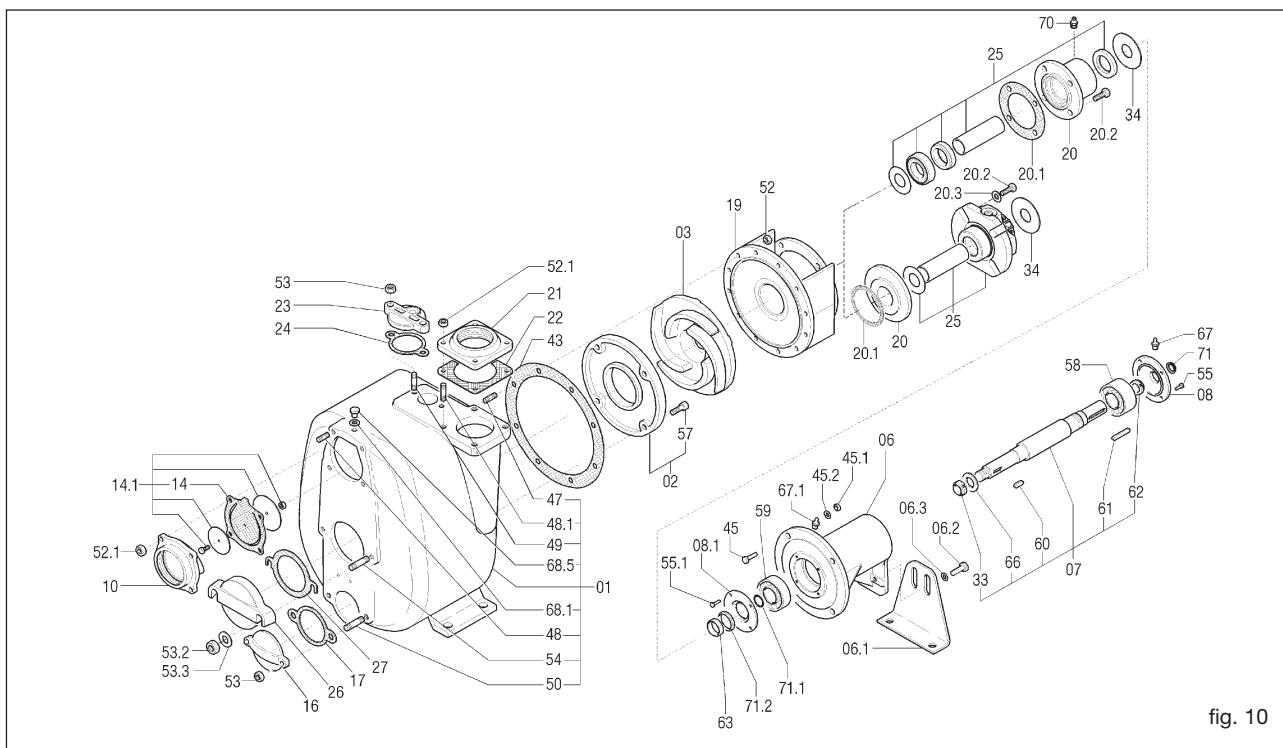
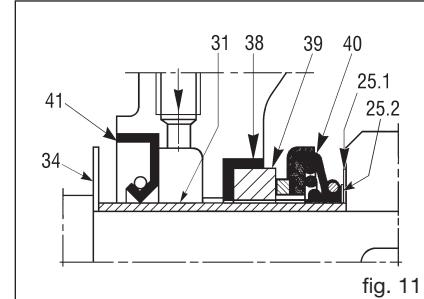

fig. 10
fig. 11
La tubazione di aspirazione deve avere un diametro uguale a quello della bocca di aspirazione della pompa (per diametri superiori consultare la Varisco). Evitare, se possibile, curve, gomiti o strozzature che possano limitare l'afflusso di liquido alla pompa. Non montare la valvola di fondo: la pompa è provvista di valvola di non ritorno (14) (fig. 10) incorporata.
13.2 Sostituzione della girante (fig. 10)
- Svitare i dadi (52) e rimuovere il corpo pompa, cercando di non danneggiare la guarnizione (43).
- Bloccare la girante (03) e svitare il dado autobloccante (33).
- Sostituire eventualmente la guarnizione (43).
13.3 Sostituzione del piatto d'usura (fig. 10)
- Svitare i dadi (52) e rimuovere il corpo pompa cercando di non danneggiare la guarnizione (43);
- Svitare le viti a testa con esagono incassato (57)
- Rimuovere e sostituire il piatto d'usura (02)
- Sostituire eventualmente la guarnizione (43)
13.4 Sostituzione della valvola (fig. 10)
- Svitare i dadi (52) (fig. 10) e rimuovere il corpo pompa, cercando di non danneggiare la guarnizione (43).
- Bloccare la girante (03) e togliere il dado autobloccante (33).
Per ottenere ciò le quote A e B di fig. 17, 18, 20, 21 devono risultare il più possibile uguali. A tale scopo si usano gli anelli di compensazione (25.2) (fig. 11) forniti con la tenuta di ricambio. Tali anelli servono a spostare in avanti la girante nel caso venga a trovarsi troppo distante dal piatto di usura frontale o troppo vicina a quello posteriore (quando previsto). Gli anelli di compensazione vanno montati tra l'anello sostiene tenuta (25.1) (fig. 11) e la girante. Ulteriori aggiustamenti possono essere fatti con le guarnizioni corpo e piatto posteriore. L'interposizione della guarnizione (43) (fig. 10) di spessore 0,5 mm determina la distanza richiesta (fig. 19).
13.8 Manutenzione dei cuscinetti (fig. 10)